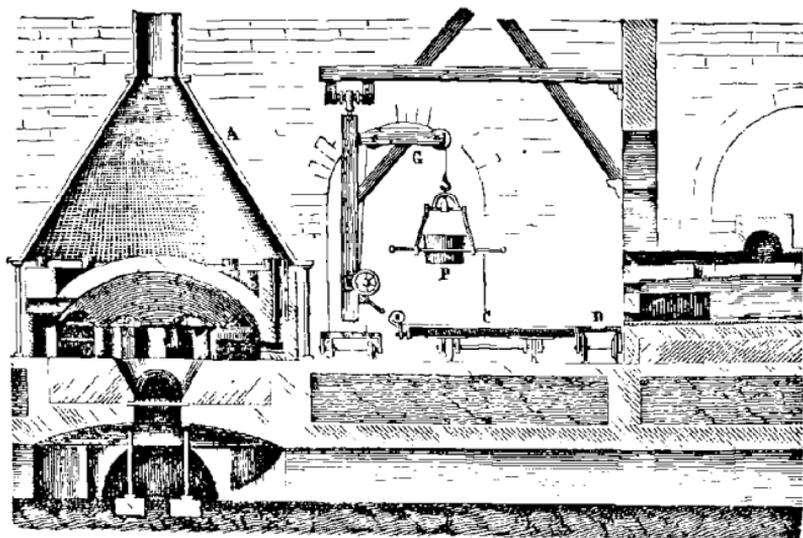

FIG. 135. — Coulée des glaces.
**Coulée des glaces.** — La composition, introduite dans un grand creuset portant au milieu de sa hauteur une rainure, appelée *ceinture*, doit suffire à la coulée d'une glace. Lorsque le verre est fondu et affiné, on laisse tomber le feu pour qu'il prenne l'état pâteux, puis les ouvriers saisissent le creuset à la ceinture avec une grande tenaille montée sur roues, et, après l'avoir placé sur un petit chariot en fer, le traînent rapidement au pied d'une grue G (fig. 135) où il reste suspendu en P au-dessus de la table de coulée que l'on voit en C. Cette table est en fonte ; elle est portée sur des galets. Elle est chaude, très-propre et munie de tringles mobiles qui doivent donner à la glace son épaisseur et sa largeur ; sur ces tringles repose un rouleau en fonte servant à laminier le verre.